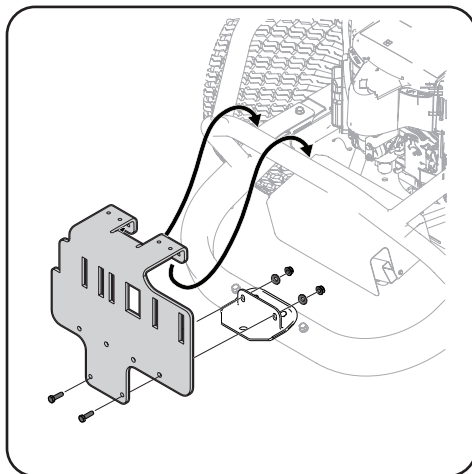

Figura 4-8
2. Coloque y sujete el conjunto del colgador en la ménsula de soporte vertical usando dos pernos de carro (710-0276) dos arandelas de cubeta y dos tuercas de seguridad con brida (712-04063) del paquete de herrajes 689-01419. Figura 4-8.